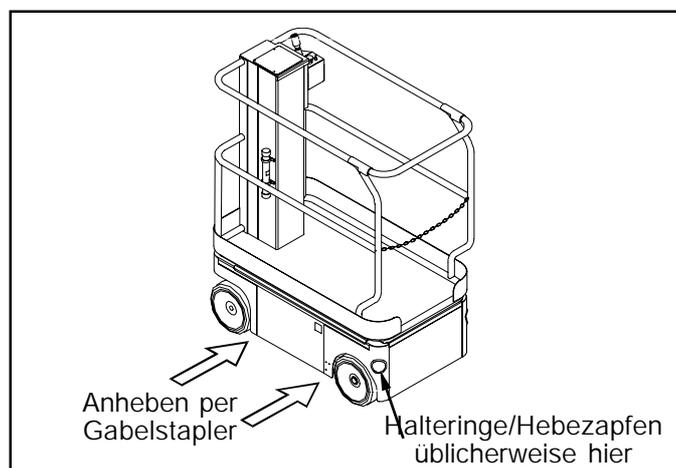

Bild 5: Transport der Teleskop-Hubbuhne
Heben Sie die Maschine von der Seite des Fahrwerks, indem Sie die Gabel unter das Fahrwerk schieben (Bild 5).
Sichern Sie die Haltebander nur an den Fahrwerk-Hebezapfen/Halteringen (Bild 5).
2. Befestigen Sie die Teleskop-Hubbuhne mit Ketten oder Haltebandern mit angemessener Zugleistung an dem Transportfahrzeug, indem Sie sie durch die Fahrwerk-Hebezapfen/Halteringe am Fahrzeug ziehen (Bild 5).